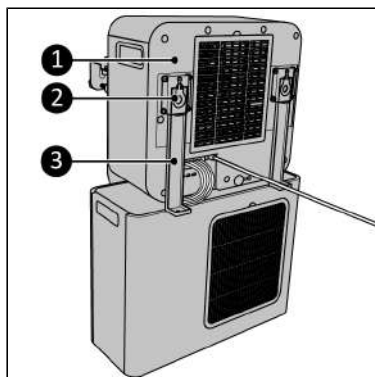

Figure 76.
6. Fixez les supports supérieurs pour caravane (Figure 76, pos. 3) à l'unité intérieure (Figure 76, pos. 1) en utilisant les crochets en caoutchouc (Figure 76, pos. 2).